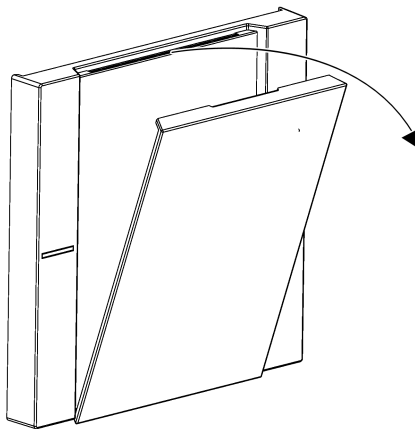

Bild 10: Beschriftungsfeldabdeckung abziehen
- Beschriftungsfeldabdeckung durch einseitiges Ziehen an der Kerbe von der Wippe abziehen (Bild 10).